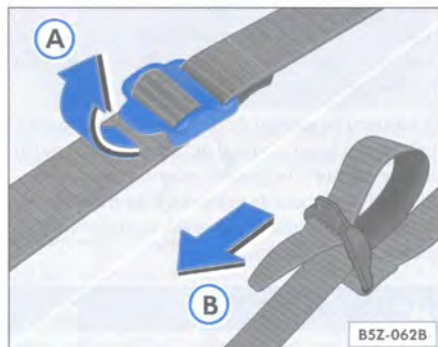

Fig. 130 Cinta para fijación del juego de herramientas
- Suelte la cinta de fijación del juego de herramientas ⇒ fig. 130 A y remuévala totalmente.
- Instale el juego de herramientas y fijela con la cinta según fue indicado ⇒ fig. 130 B.